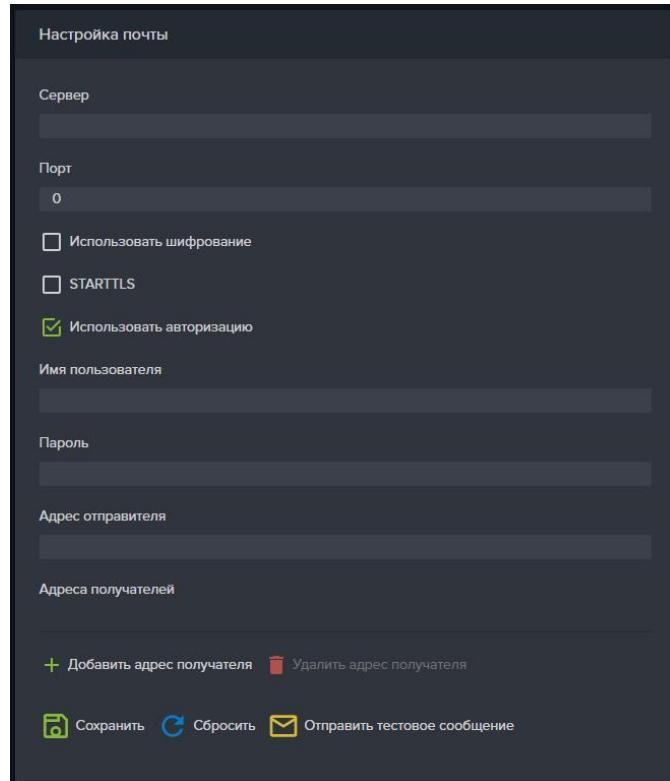

Рисунок 25. Настройки почты
1. Перейдите на вкладку меню «Настройки» → «Почта». (см. Рисунок 25)